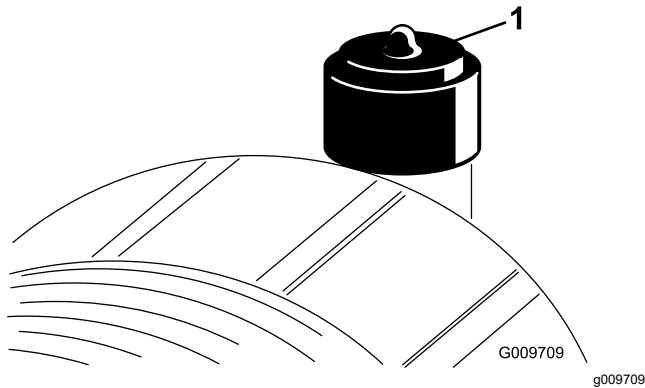

Figura 74
Faça a manutenção ao filtro de ar apenas quando o indicador de serviço (Figura 74) o exigir. Mudar o filtro de ar antes de ser necessário apenas aumenta a possibilidade de entrar sujeira no motor quando se retira o filtro.
9. Reinicie o indicador (Figura 74) se este se apresentar vermelho.